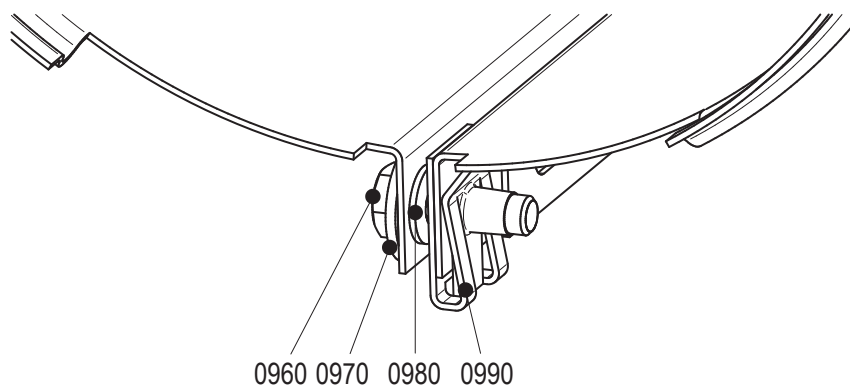

Figura 12: Instalación de la cubierta.
- 1 Afloje los pernos (0960). Consulte figura 12.
- 3 Cierre la cubierta y coloque un tornillo (0960). Consulte figura 12.
- 5 Cierre la cubierta y coloque un tornillo (0960). Consulte figura 12.